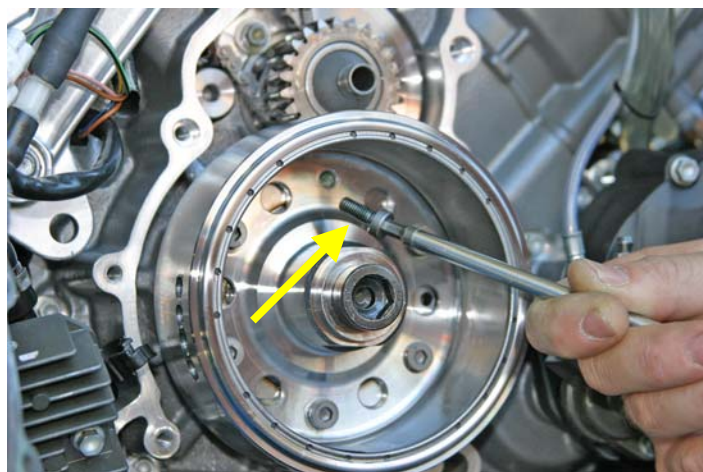

Bild 3
- 4.) Das Gewinde der Schraube(n) über die ganze Länge mit **Loctite 648 !!** benetzen (Bild 3)